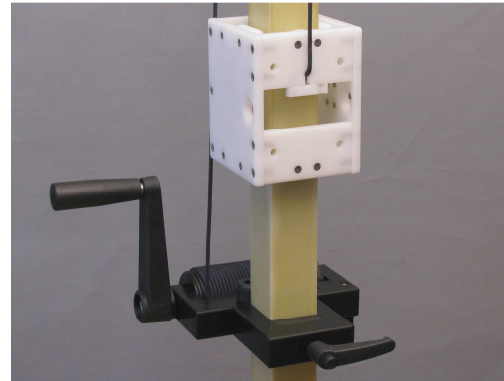

Fig. 4
4. Kastenförmigen Antennenwagen mit Öse nach oben auf das Mastrohr aufschieben. Seil abhaspeln, Knoten am Ende des Seils in Öse des Antennenwagens einhängen und verriegeln (Fig. 4).
4. Shift the bird-cage-like antenna support box onto the lowest square tube. The lug must be upside. Reel off the rope. Fix the burl at the end of the rope to the antenna support lug. (Fig. 4)